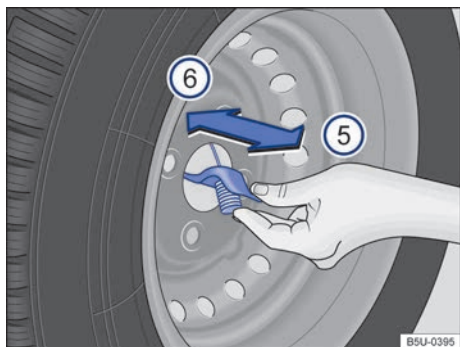

Fig. 181 En la rueda de emergencia: retirar el cable de la rueda de emergencia.
- Colocar la rueda de emergencia en posición vertical → fig. 181.
- Retirar el gancho del orificio central de la rueda, en el sentido de la flecha ⑥.
- Introducir el gancho por el orificio central de la rueda, en el sentido de la flecha → fig. 181 ⑤.